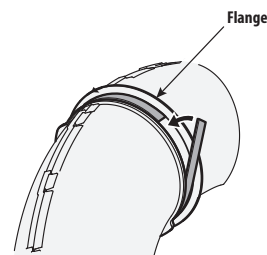

Figura 26
- Retire el respaldo de la tira de espuma autoadhesiva (721-04388) que se ha incluido con el accesorio de ensacado. Aplíquelo al tubo superior del vertedero, enrasado con la brida como se muestra en Figura 26.